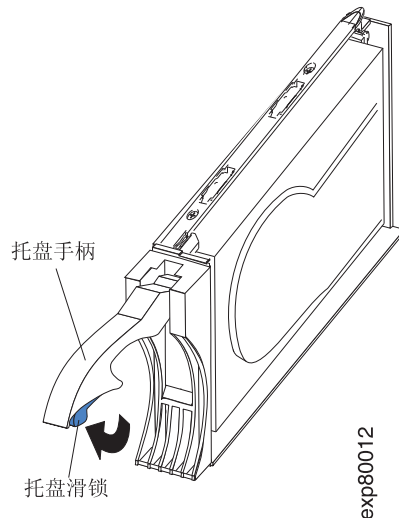

图 82. E-DDM CRU 手柄
- b. 如图 82 中所示，将托盘上的手柄拉出，使其处于打开位置。
- a. 如第 124 页的图 82 中的箭头所示，按住托盘手柄底端内侧以松开 E-DDM CRU 上的滑锁。